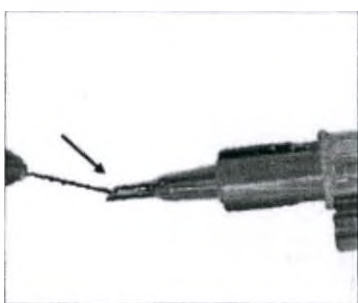

рис. 4
- Рисунок 4.** Закрыть крылышки загрузочной камеры. При срабатывании механизма фиксации с защелкой линза надёжно фиксируется на месте.